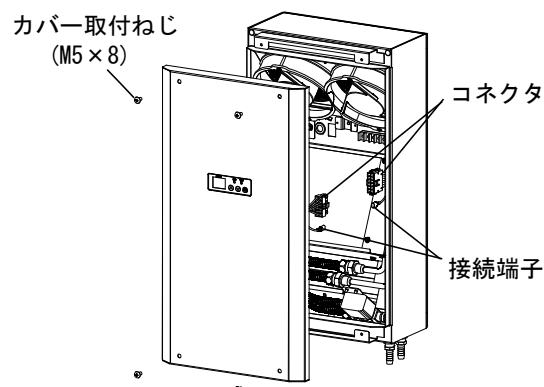

図7
①カバー取付ねじ（M5×8）を外し、本体とカバーを接続しているコネクタと接続端子を取外してください。（図7）